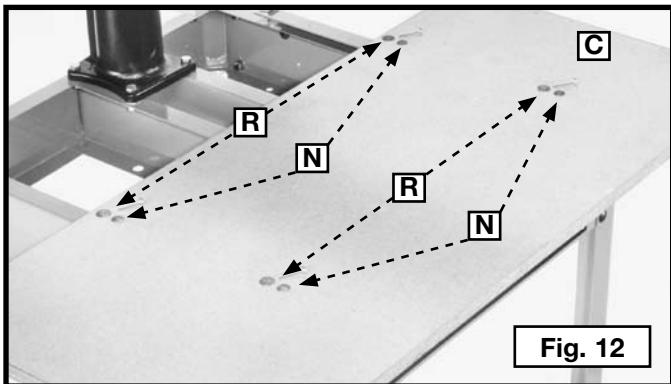

Fig. 12
- Luego de ajustar, apriete los cuatro tornillos ubicados en los agujeros (N) Fig. 12 de la tabla de mesa delantera (A).